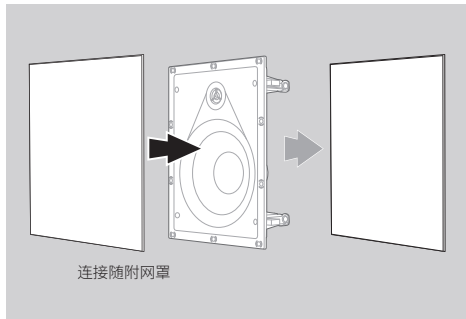

图 8
4. 如有需要,可在将网罩插入扬声器之前进行喷漆。在喷漆之前先将布料移开并在喷漆干后进行替换。扬声器网罩的设计支持大多数内用漆。(图 8)
5. 将网罩放入扬声器。(图 8)